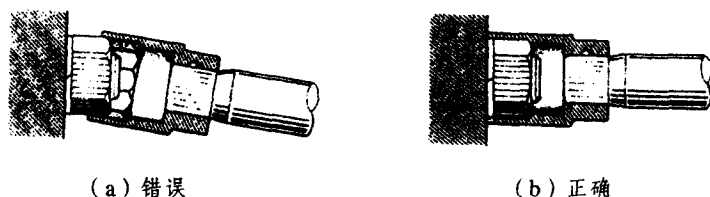

图 1-21 套筒扳手的使用
(3) 成套套筒扳手的正确使用。使用套筒扳手时，有不同形式的手柄和连接杆组合而成，以便能安全迅速地在位置很困难的地方进行松开或拧紧。使用时必须注意以下几点：
① 选用尺寸合适的套筒，使用是须与螺栓或螺母的周边完全贴合，如图 1-21 所示。
② 用一个套筒接头将套筒接到连杆上，该接头要精确地适合方形驱动头的尺寸。